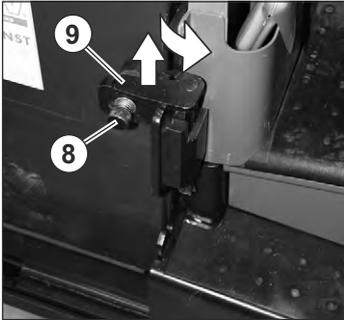

Fig. 61 Pestillo batería
2. Cierre el enganche de la batería (véase la fig. 61).
3. Sulte el enganche de la batería (véase la fig. 61).